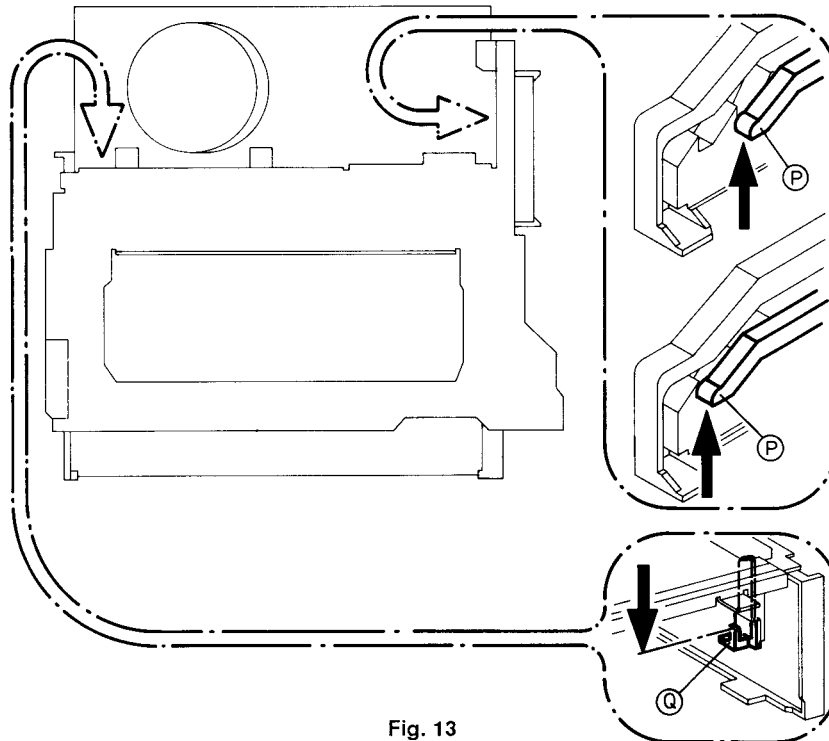

Fig. 13
- Riemenscheibe (137) ca. 3 Umdrehungen im Uhrzeigersinn drehen.
- Sicherungshebel (P) ausrasten (Fig. 13).
- Riemenscheibe (137) eine Umdrehung weiterdrehen.
- Hebel (Q) nach unten drücken und Sicherungshebel (P) erneut ausrasten.
- Cassettenschacht durch Weiterdrehen der Riemenscheibe (137) im Uhrzeigersinn vollständig absenken.
- Rotate the drive belt pulley (137) approx. 3 revolutions in the clockwise direction.
- Release the locking lever (P) (Fig. 13)
- Rotate the drive belt pulley (137) by one more revolution.
- Push the lever (Q) down and release the locking lever (P) once again.
- Lower the cassette compartment fully by rotating the drive belt pulley (137) further in a clockwise direction.